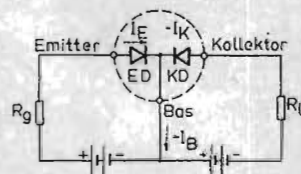

Fig 2
För att få en bättre uppfattning om verknings sättet hos en *pnp*-transistor kan man tänka sig att den består av två mot varandra vända dioder på det sätt som antydes inom den streckade cirkeln i fig. 2. Läger man en positiv spänning mellan emitter och bas och en negativ spänning mellan kollektor och bas, så arbetar emitterdioden (ED) i framriktningen, dvs. den släpper fram ström; kollektordioden (KD) däremot arbetar i bakriktningen. Man skulle nu vänta att det blev en kraftig framström i emitterdioden och en mycket obetydlig bakström i kollektordioden.